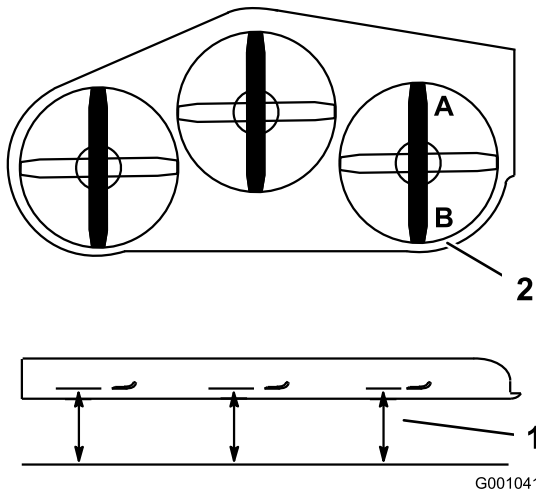

Figure 64
- La lame doit être plus basse de 6 à 10 mm (1/4 à 3/8") au point **A** qu'au point **B** (Figure 64). Si ce n'est pas le cas, passez aux étapes suivantes.
- Tournez la lame droite dans le sens longitudinal (Figure 64).
- Mesurez la distance au point **A** entre la surface plane et le tranchant de la pointe de la lame droite (Figure 64).
- Mesurez la distance au point **B** entre la surface plane et le tranchant de la pointe de la lame droite (Figure 64).